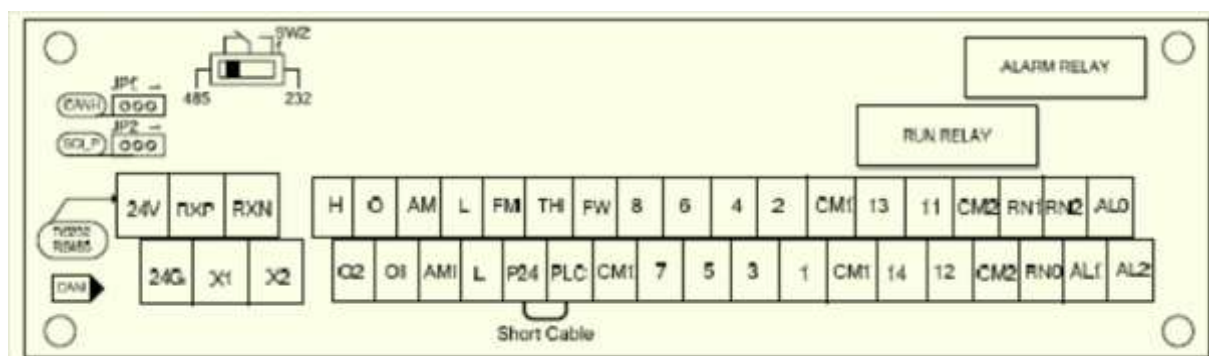

Figura 10.1 Layout dei terminali del circuito di controllo
- (1) E' possibile utilizzare terminali intelligenti di ingresso attraverso la connessione dell'alimentazione +24V al terminale P24
- (2) Il circuito in ingresso è connesso al terminale comune PLC. Tuttavia, si prega di cortocircuitare P24 e PLC in modo da utilizzare l'alimentazione interna "Figura 10.1 Layout del circuito di controllo del terminale" se si desidera usare l'alimentazione +24V dell'inverter.
- (3) Per usare l'alimentazione esterna, rimuovere il cavetto connettete il PLC con l'alimentazione esterna.
- (4) Consultare : "(4) Connessione al controller di ingresso logico programmabile".